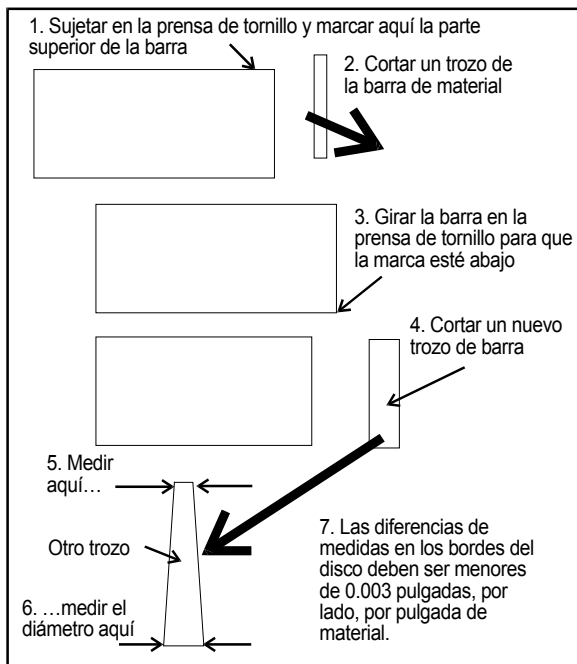

Figura 16: Corte de un disco de prueba
1. Con la barra de material sujeta firmemente en la prensa de tornillo, haga un corte en la barra. (Vea la Figura 16).